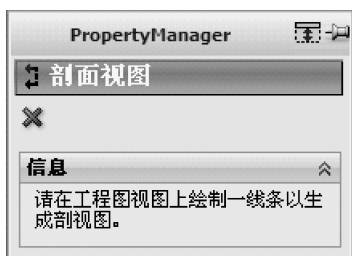

图 13-31 剖面视图
1) 单击 CommandManager 工具栏的【视图布局】选项卡，单击 按钮，弹出对话框，如图 13-31 所示。